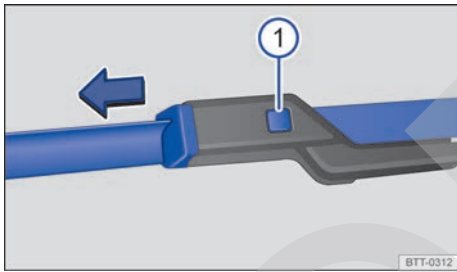

Fig. 134 Reemplazar las escobillas de los limpiaparabrisas.
- Mantener la tecla de desbloqueo ⇒ **fig. 134 ⓘ** presionada y, al mismo tiempo, retirar la escobilla de los limpiaparabrisas en el sentido de la flecha.